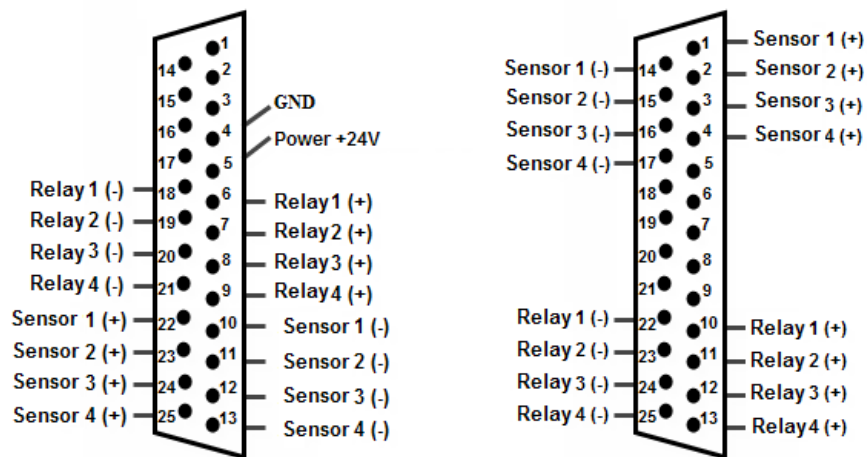

Figure 2.5-2 Варианты разводки внешнего разъема модуля «MO USBIO 4x4»
2. To connect DI/DO, unsolder the connector included in the distribution kit. Unsoldering is made in accordance with the external connector pinout of the MO USBIO 4x4 module. В зависимости от модификации модуля может использоваться один из вариантов разводки внешнего разъема, приведенных на Figure 2.5-2.